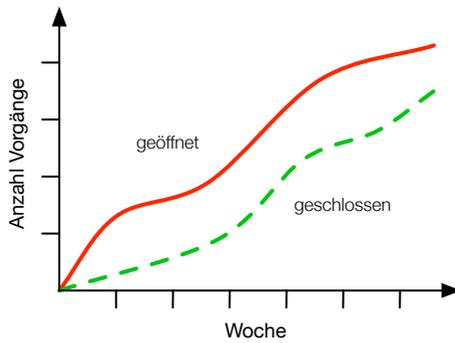

Abbildung 6.4: Anzahl Vorgänge je Zustand über der Zeit.
- Verlauf der akkumulierten Anzahl Vorgänge je Zustand über der Zeit, siehe Abb. 6.4